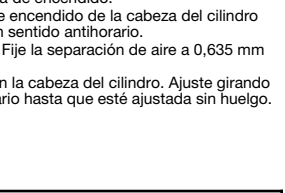

Fig. 44
- Con un destornillador plano de la lámina o un pedacito Torx T-20 y un pedacito T-25, quite los tornillos que unen el desviador de los pararrayos de la chispa al silenciador (Fig. 44).